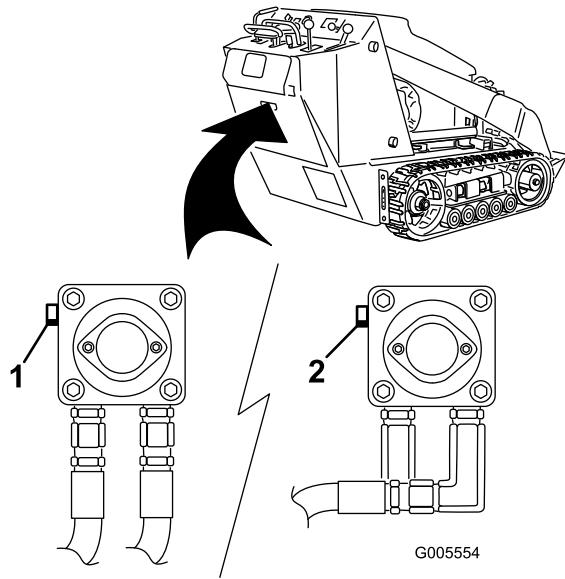

Bild 18
3. Drehen Sie die Schleppventile auf der Hydraulikpumpe mit einem Schraubenschlüssel zweimal entgegen dem Uhrzeigersinn (Bild 18).